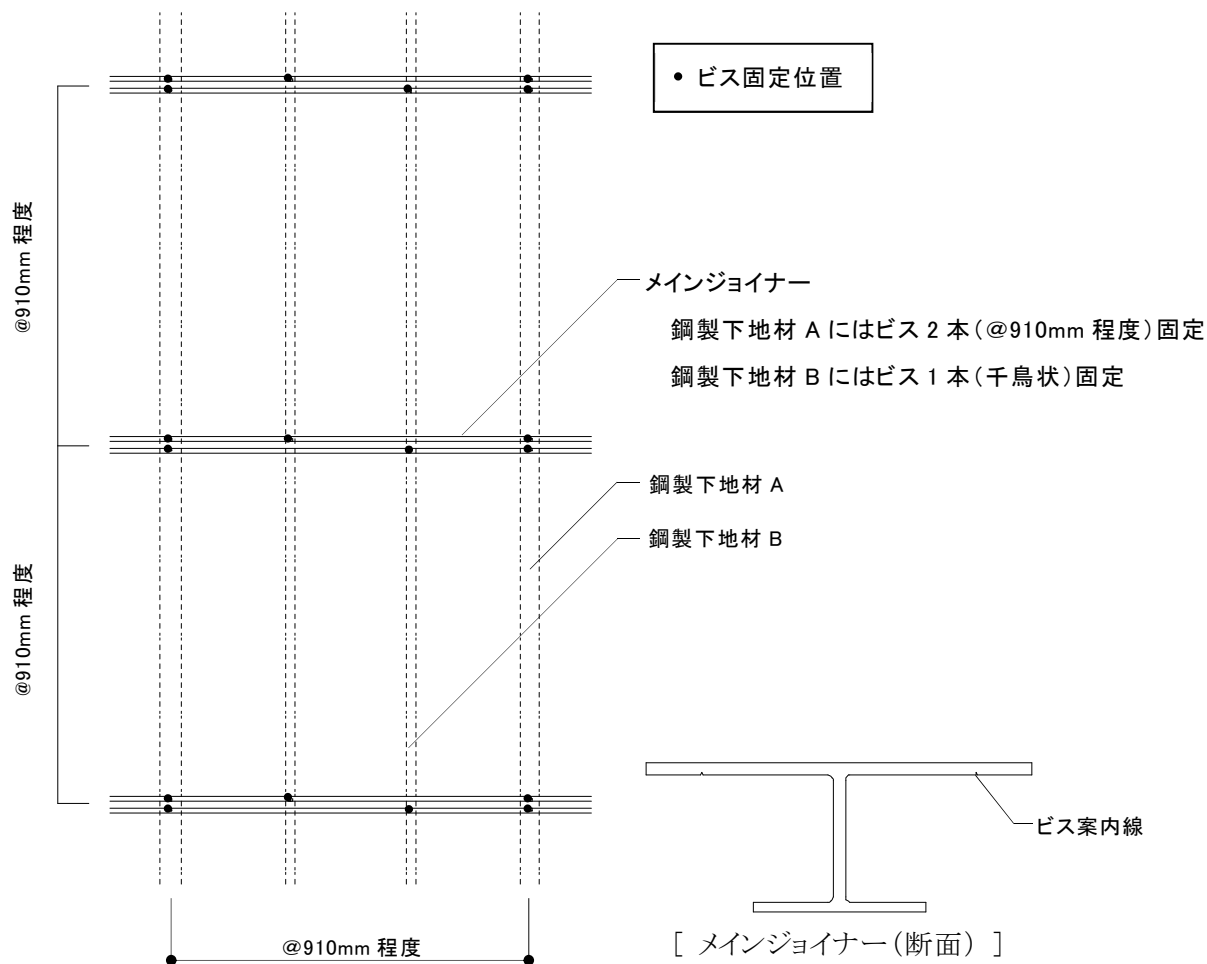

図 2-2-1 メインジョイナーの取付け
- ①メインジョイナーは幅の広い面を上にして鋼製下地材 A にビス固定する。
- ②メインジョイナーは鋼製下地材と直交する方向に@910mm 程度で配置する。(図 2-2-1 参照)